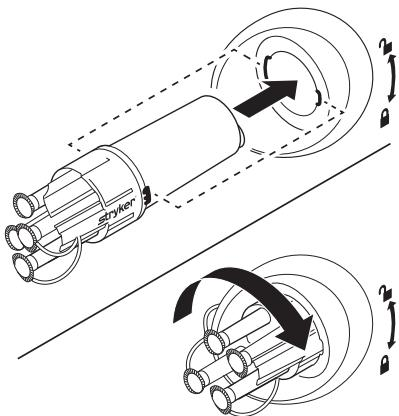

図3 マニホールドの装着とロック
- 希望するローバーキャニスターのスロット付き差込口にロック式マニホールドを合わせて、押し込みます(図3)。